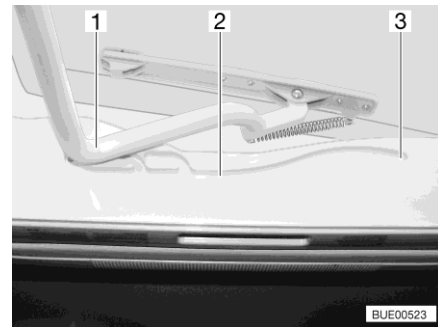

Fig. 23 Guida (oblò Heki)
- Tirare la staffa (Fig. 23,1) nelle guide (Fig. 23,2) fino alla posizione più all'indietro (Fig. 23,3).
- Spingere la staffa (Fig. 23,1) leggermente verso l'alto con ambedue le mani.
- Tirare la staffa nelle guide (Fig. 23,2) fino alla posizione desiderata.